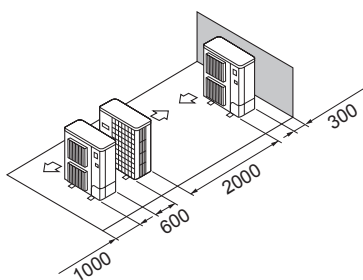

Fig. 2-16
- ⑤ Vienas iekārtas paralēls novietojums (Fig. 2-16)